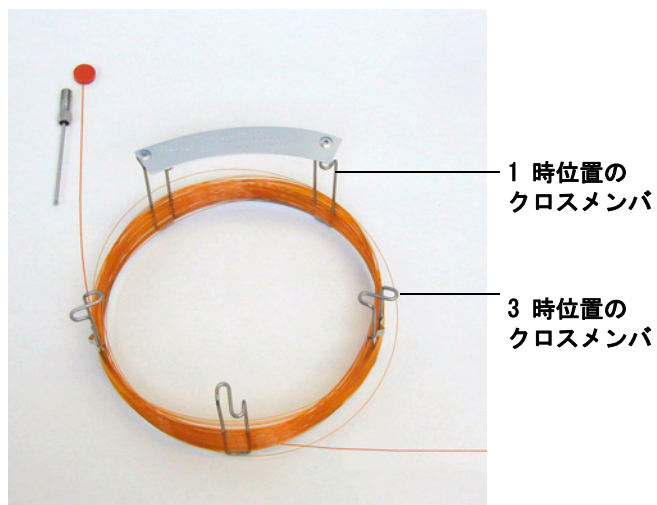

図 8 2 周分ほどいたカラム
- 2 セプタムの栓をカラム出口側から外し、カラムを 2 周分ほどききます。図 8 を参照してください。